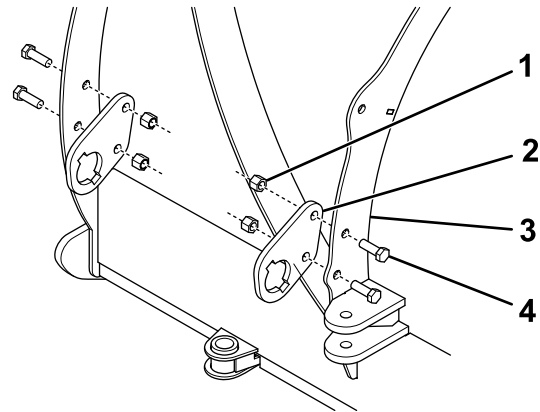

Bild 5
9. Die Lamellenhalterungen lose mit 4 Schrauben (1/2") und Kontermuttern (**Bild 5**) am Pflug befestigen.